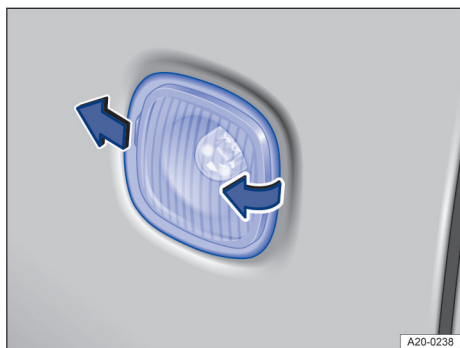

Fig. 176 În partea laterală a autovehiculului: demontarea lămpii de semnalizare din lateral.
2. Apăsăți lampa de semnalizare din lateral în sensul de deplasare și scoateți-o în partea din spate → fig. 176.